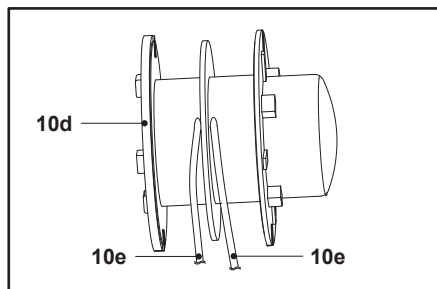

Fig. 16
1. Retire a bobina do aparador (10d) da cabeça do aparador (10), conforme indicado no capítulo "Fio do aparador – Substituição da bobina do aparador".
5. Insira uma extremidade dos novos fios do aparador (10e) através do pequeno olhal na bobina do aparador (10d) (Fig. 16).